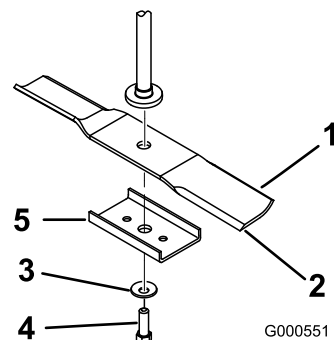

Figure 47
Tenez la lame à son extrémité avec un chiffon ou un gant épais. Enlevez de l'axe, le boulon, la rondelle bombée, le renfort et la lame (Figure 47).
1. Placez la lame sur l'axe (Figure 47).
2. Montez le renfort, la rondelle bombée (face concave vers la lame) et le boulon de lame (Figure 47).